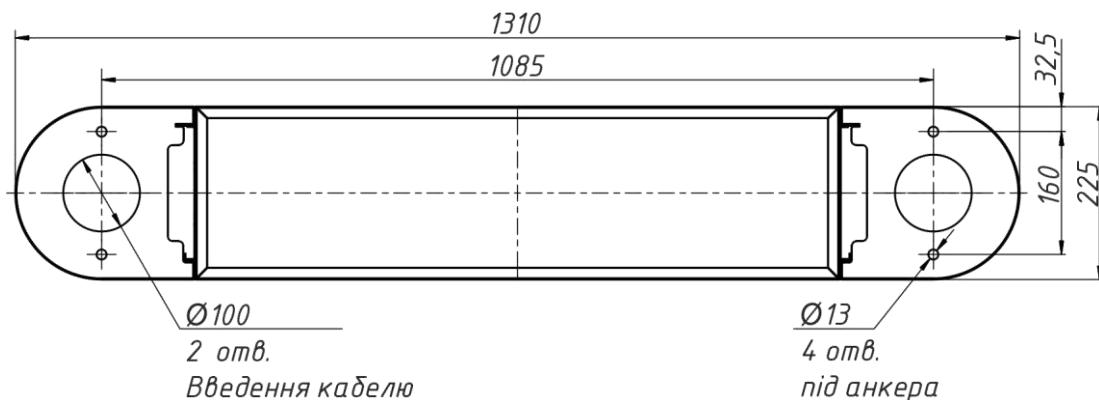

Рис. 13– Розмітка для монтажу турнікету типу «трипод»
4) Зробити на поверхні майданчика розмітку отворів для кріплення турнікету відповідно до *рис.13*. Як шаблон для розмітки можна використовувати власне турнікет, розміщений вертикально на місці його установки.
6) За необхідності прокладання кабелів під поверхнею підлоги підготуйте в підлозі кабельний канал до зони введення кабелів у стійку турнікету. Розташування зони введення кабелів вказано на схемі *рис.13*.
- Місце виведення кабелів повинно збігатися з місцем розташування отвору на монтажній основі турнікету (рис.13, 16).